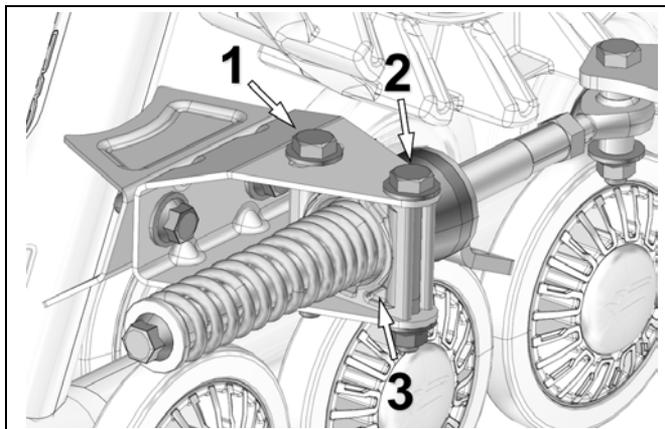

Figure 15
- Desserrer les boulons (1) et (2) de l'ancrage anti-pivot afin de permettre à la pièce de support (3) de pivoter. Voir la Figure 15.